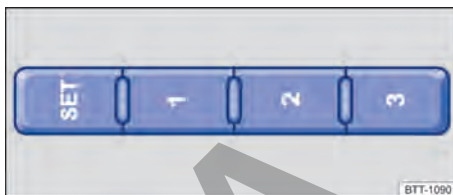

Fig. 81 En el lateral exterior del asiento del conductor: teclas de memoria.
- Pulse la tecla **SET** durante más de 1 segundo → fig. 81.
- Pulse la tecla de memoria → fig. 81 que desee.